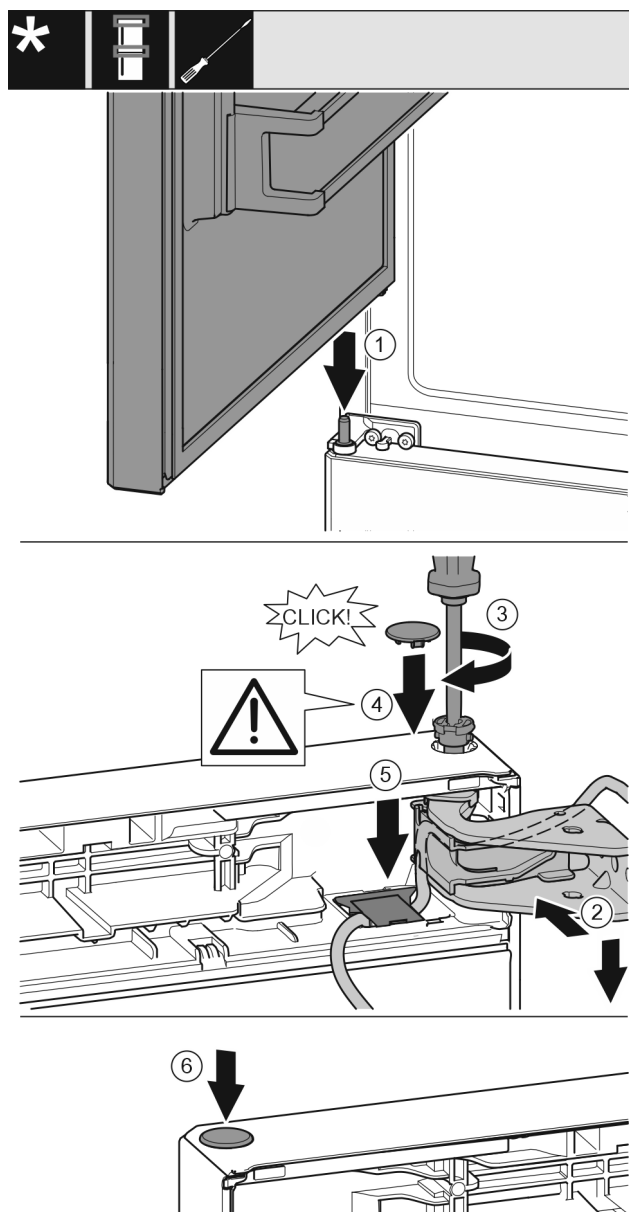

Fig. 42
- ▶ Założyć górne drzwi na środkowy sworzень zawiasu Fig. 42 (1)
- ▶ Wyrównać drzwi u góry względem otworu w płytce zawiasu. Fig. 42 (2)
- ▶ Założyć sworzень i dokręcić śrubokrętem T15. Fig. 42 (3)
- ▶ Zamontować osłonę bezpieczeństwa w celu zabezpieczenia drzwi: Włożyć osłonę zabezpieczającą i sprawdzić, czy przylega ona do drzwi. Ponadto założyć cały sworzень. Fig. 42 (4)
- ▶ Włożyć osłonę i docisnąć do dołu, aby się zatrzasknęła. Fig. 42 (5)
- ▶ Założyć zatyczkę. Fig. 42 (6)